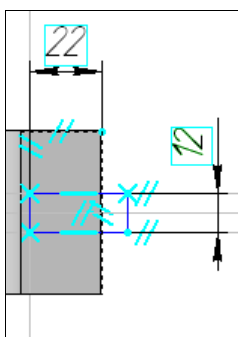

Рис. 18.22. Эскиз паза шириной 12
- ♦ далее выделите торцевую поверхность и на этой поверхности создайте эскиз прямоугольника  $12 \times 22$ , как на рис. 18.22;